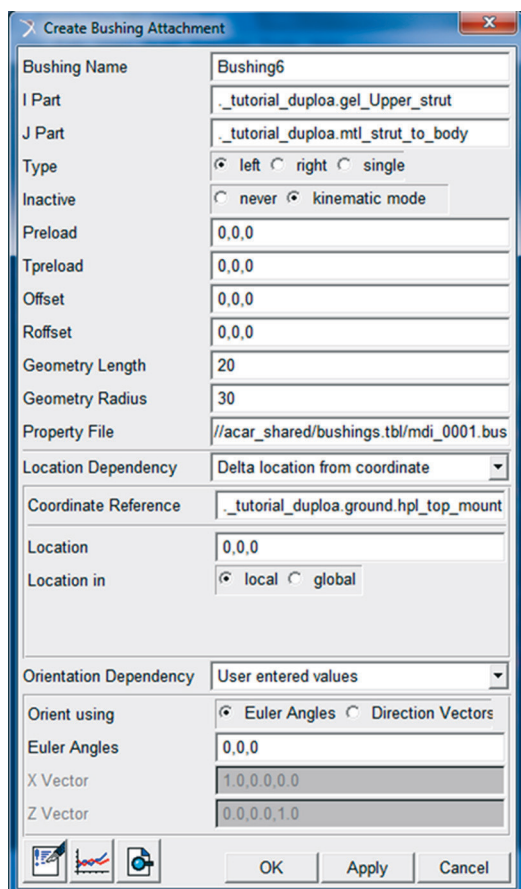

Figura 5.147 – Preenchimento da caixa de diálogo relativa à criação da bucha “*bkl\_Bushing6*”.
- Preencha os campos da janela *Create Bushing Attachment*, como ilustrado na Figura 5.147.